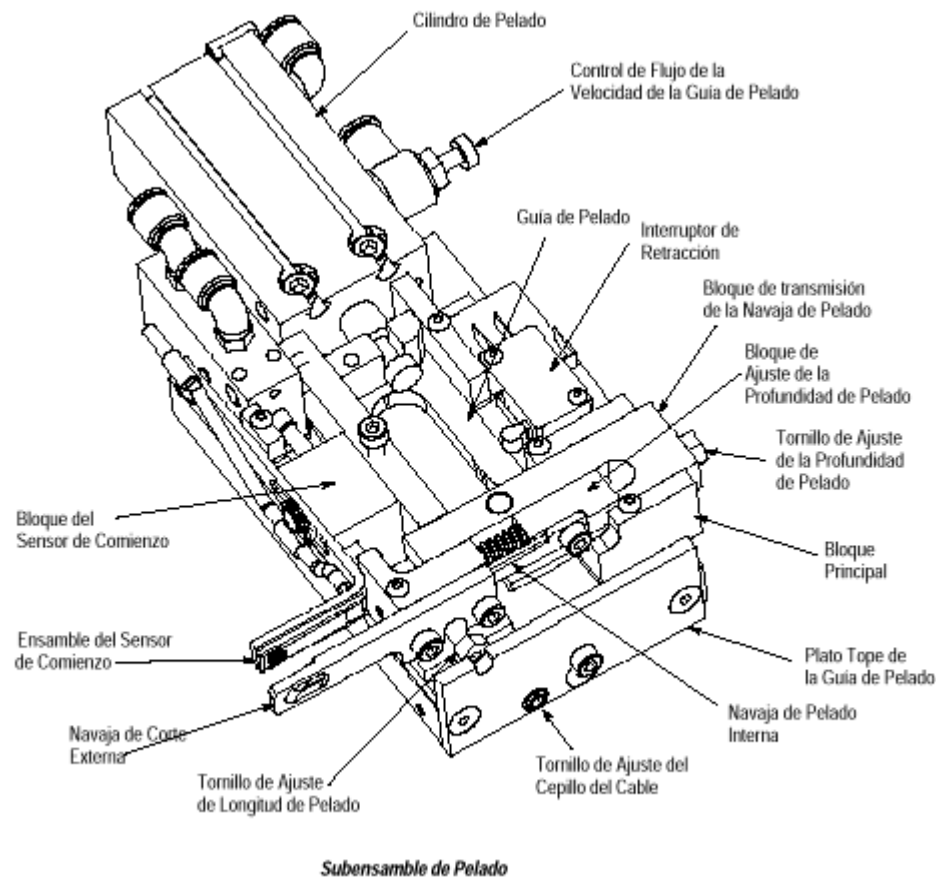
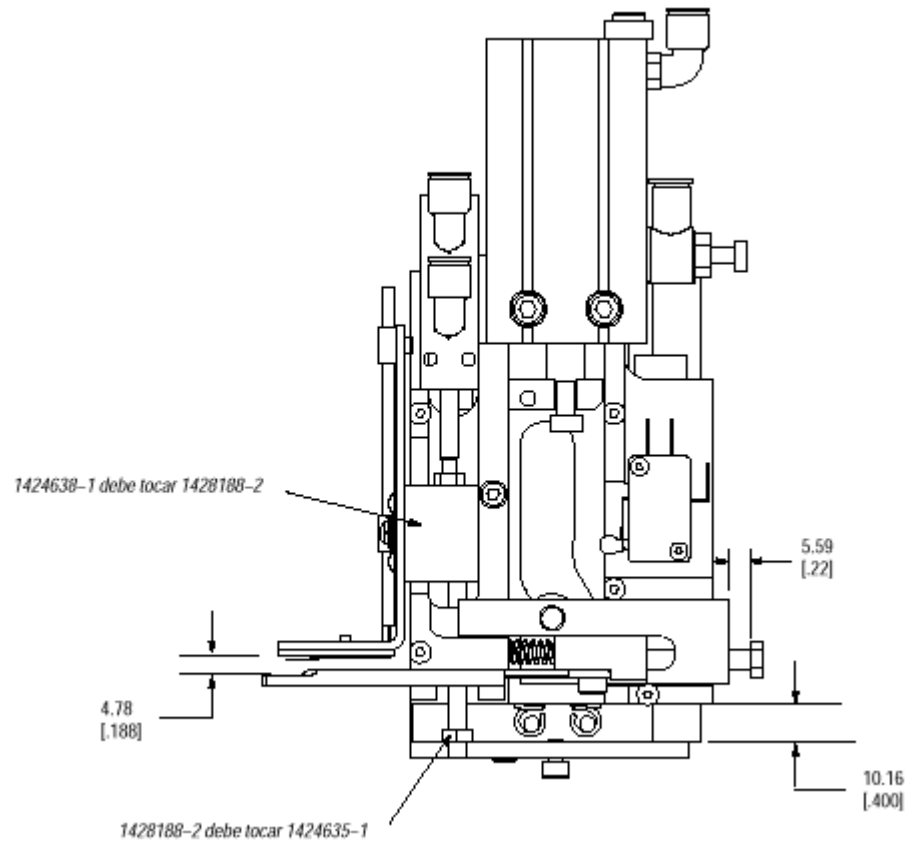

Figura 12
Figura 16
### 7.1. Ajuste del Cierre de la Navaja de Pelado (Figura 12)
### 7.2. Ajuste de Longitud de Pelado (Figura 12)
### 7.3. Ajuste del Cepillo del Cable (Figura 12)
3. Empuje el sub-ensamble de transportación (Figura 13) junto con el sub-ensamble de pelado (Figura 12) a la posición del lado derecho.
### 7.6. Ajuste de la Velocidad de la Guía de Pelado (Figura 12)
### 9.2. Cambio del Ensemble de Sensor de Comienzo (Figura 16)
5. Gire el tornillo de longitud de pelado (Figura 12) conforme a las manecillas del reloj hasta que el bloque principal este a 10.16 [.400] del plato tope de la guía de pelado. Vea la Figura 16.